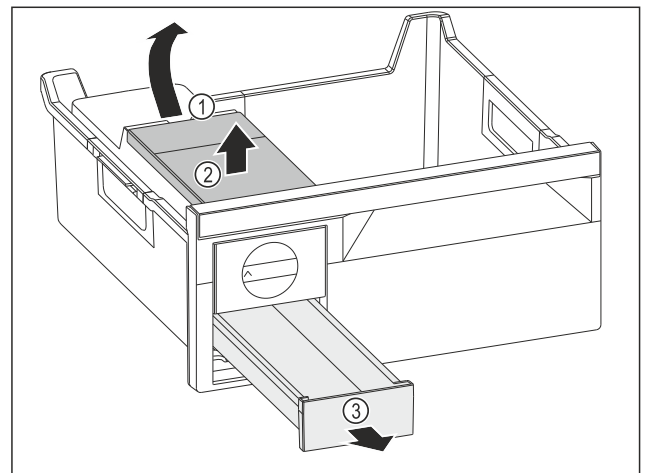

Fig. 211
- ▶ Sacar el depósito de agua: Subir el depósito de agua por la entalladura Fig. 211 (1).
- ▶ Extraer el depósito de agua Fig. 211 (2) por arriba.
- ▶ Extraer el cajón para cubitos de hielo Fig. 211 (3) por delante.